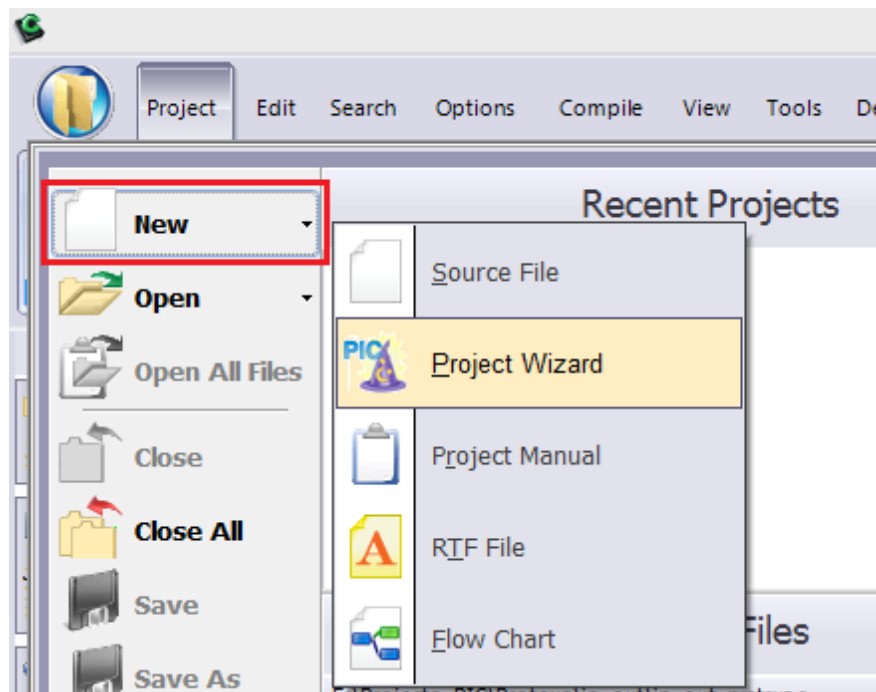

Рисунок 3.2.2 – Процес створення проекту у **IDE PCWH**
2. Вибрати: **New > Project Wizard** (рис. 3.2.2):